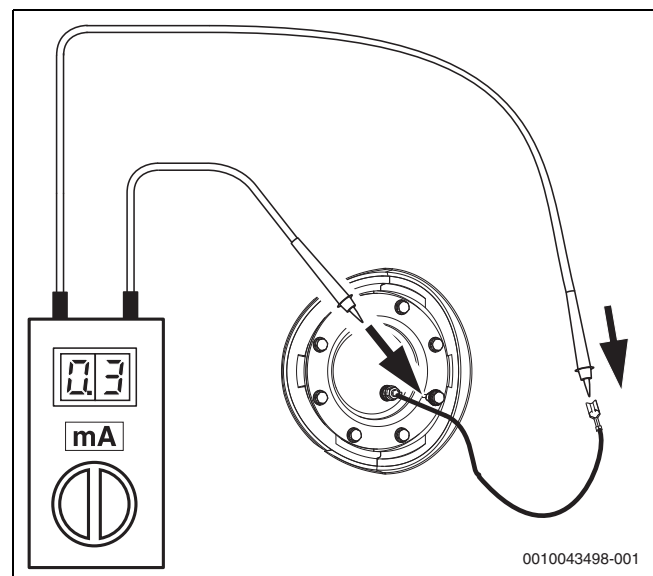

Bild 52
Bei isoliert montierten Magnesiumanoden zusätzlich möglichst jährlich den Schutzstrom mit dem Anodenprüfer messen (→, Abb. 52). Der Anodenprüfer ist als Zubehör erhältlich.
- Übergangswiderstand zwischen dem Schutzleiteranschluss und der Magnesium-Anode prüfen. Wenn der Anodenstrom < 0,3 mA beträgt, Magnesiumanode austauschen (→ Abb. 52).